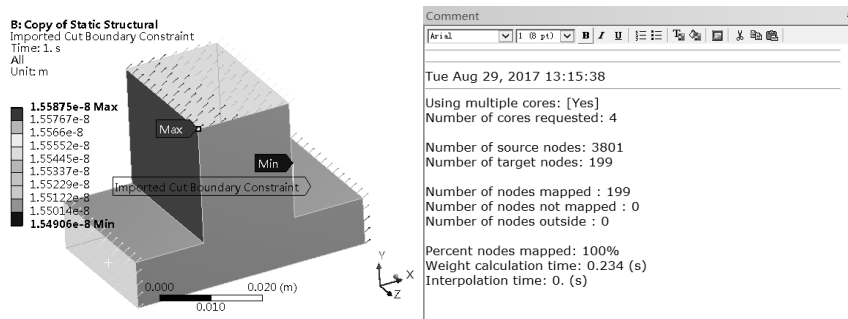

图 5-198 载荷及信息
Step14：导入完成后的载荷添加及信息如图 5-198 所示。